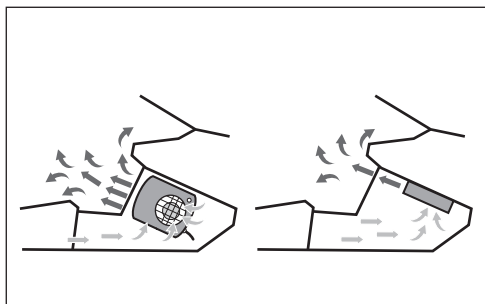

Abb. 1
- Montieren Sie mit Hilfe der Montageplatte und unter Beachtung der Mindestabstände das Produkt an einer geeigneten Stelle im Fahrzeug, z.B. an der Mittelkonsole [**Abb. 1**] oder unter dem Handschuhfach.